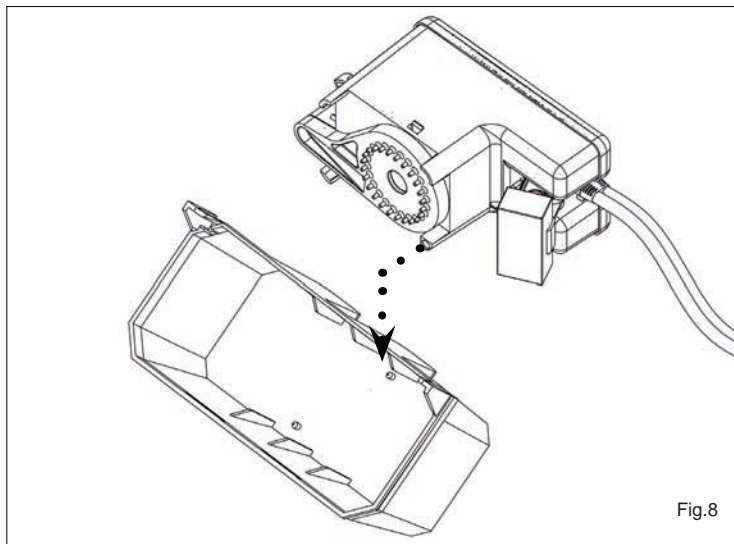

Fig.8
**La pompe doit être installée dans son bac spécifique (Fig. 8),**